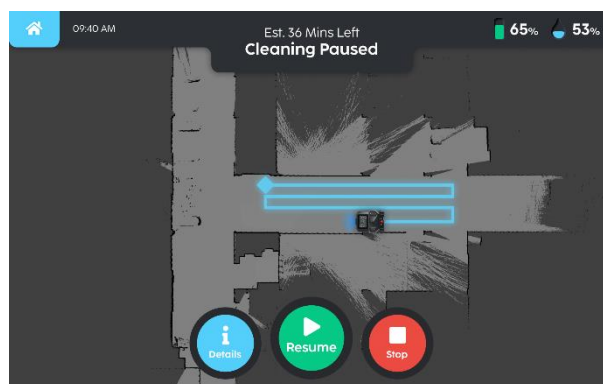

Fig. 9
8. Le robot commence l'opération de nettoyage, l'opérateur peut faire une pause ou arrêter le nettoyage à tout moment (Fig 9).